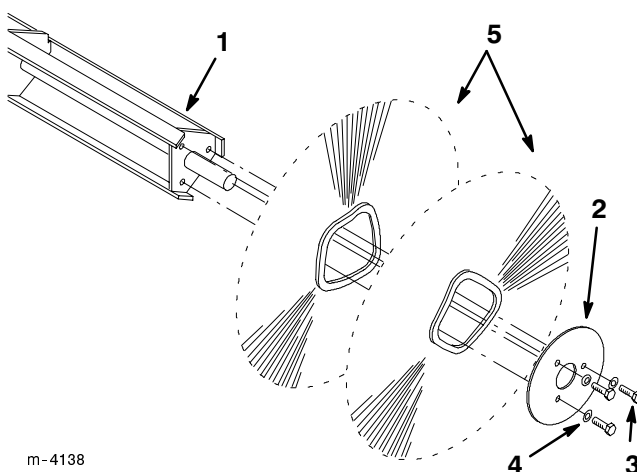

Figure 22
5. Retirer avec leur rondelle les trois boulons de fixation de la plaque d'essieu sur l'essieu, et déposer la plaque (Fig. 22).
6. Glisser les brosses hors de l'ensemble d'essieu (Fig. 22).
7. Glisser une nouvelle brosse sur l'ensemble d'essieu en faisant passer les tenons d'alignement de la brosse sur la barre **inférieure** de l'ensemble d'essieu (Fig. 22).
8. Tourner la brosse suivante de 180° latéralement et de haut en bas, et la glisser sur l'ensemble d'essieu en faisant passer les tenons d'alignement de la brosse sur la barre **supérieure** de l'ensemble d'essieu (Fig. 22).